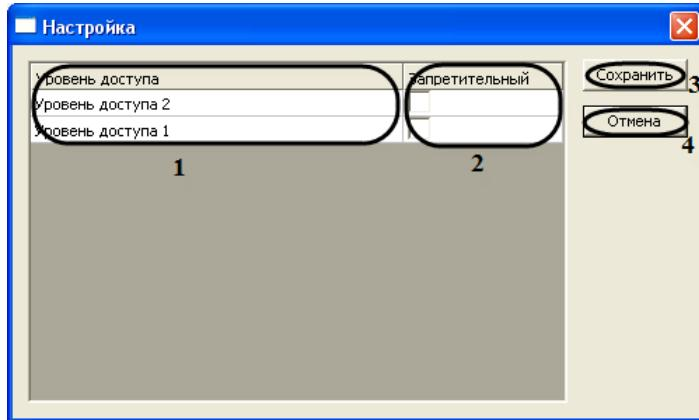

Рис. 3.3—8 Настройка уровней доступа
*Примечание. В столбце Уровень доступа отображаются уровни доступа, созданных в программном комплексе Интеллект (см. Рис. 3.3—8, 1).*
3. Для запрета уровня доступа необходимо установить флажок в соответствующей ячейке столбца **Запретительный** (см. Рис. 3.3—8, 2).